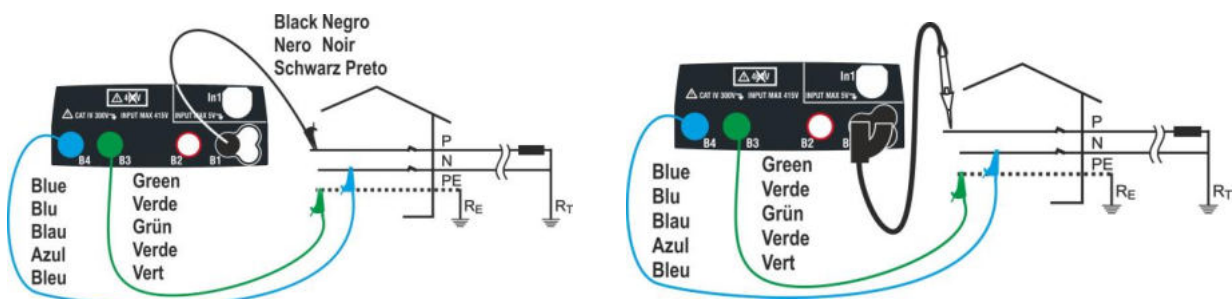
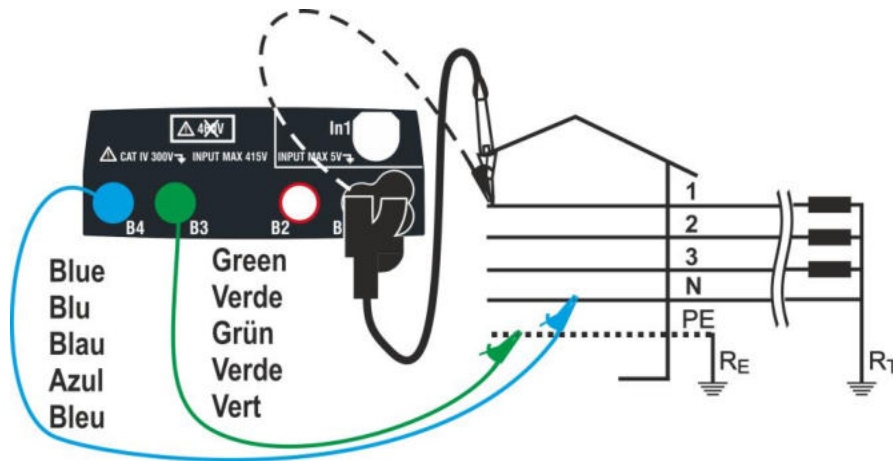
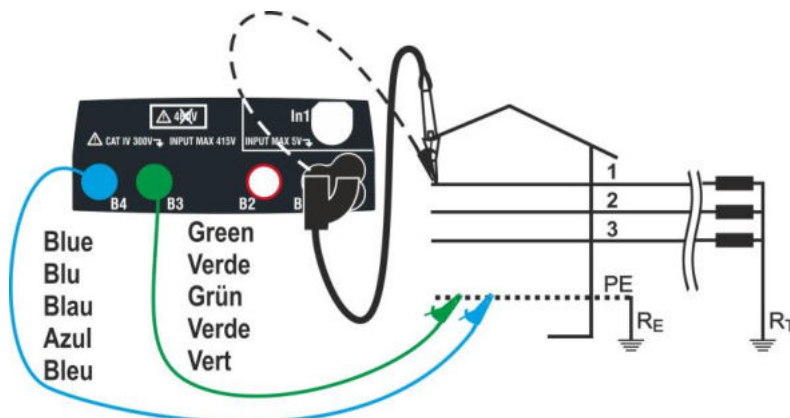

Fig. 19: Misura P-N/P-PE in impianti monofase/bifase 230V con cavi e puntale remoto
Fig. 20: Misura P-N/P-PE in impianti trifase 400V+N+PE con cavi singoli e puntale remoto
Fig. 22: Misura P-PE/P-N in impianti 400V + PE (no N) con cavi singoli e puntale remoto
4. Eseguire la calibrazione preliminare dei terminali di misura come descritto nel § 6.4.2. Connettere la spina shuko, i coccodrilli od il puntale remoto alla rete elettrica in accordo alle Fig. 18, Fig. 19, Fig. 20 e Fig. 22